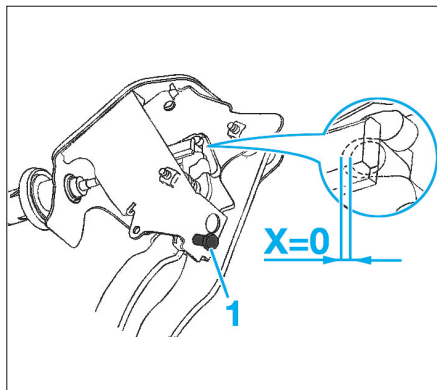

Fig. 5
- Contrôler la présence d'un jeu mini "X" à la pédale. Sinon, agir sur la vis (1) pour créer ce jeu (Fig.5).